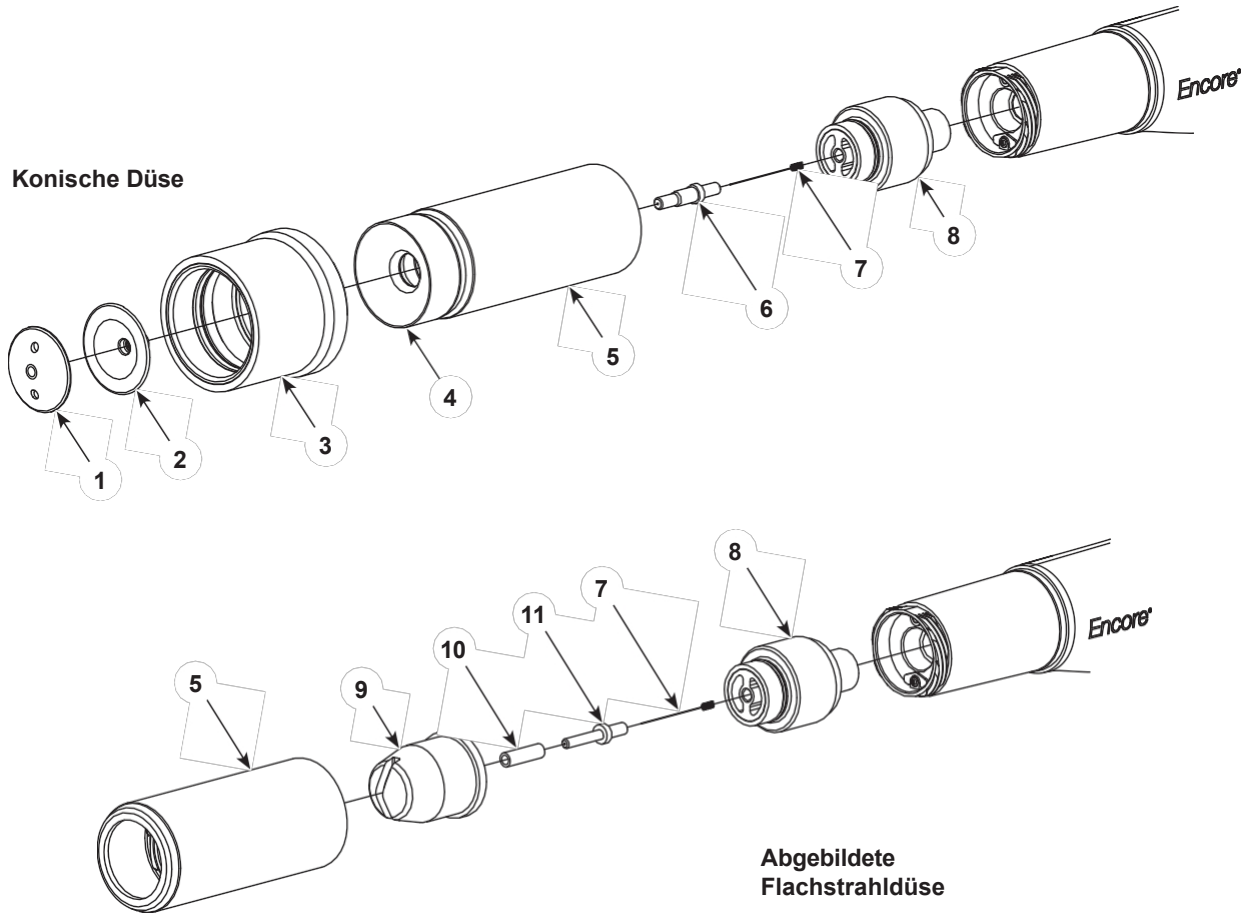

Abbildung 7 Wechsel von konischer zu flacher oder eckiger Sprühdüse (abgebildet mit flacher Sprühdüse)
Siehe Abbildung 7. Um von der konischen Standarddüse zu einer Flach- oder Eckspritzdüse zu wechseln,
3. Siehe Abbildung 7. Entfernen Sie die Düse von der Pistole: